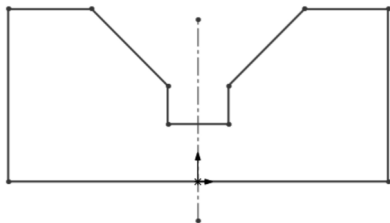

图 2-82 绘制 V 形块平面草图
- [8] 单击“确认角落”中的【退出草图】按钮，绘制 V 形块平面草图，如图 2-82 所示。